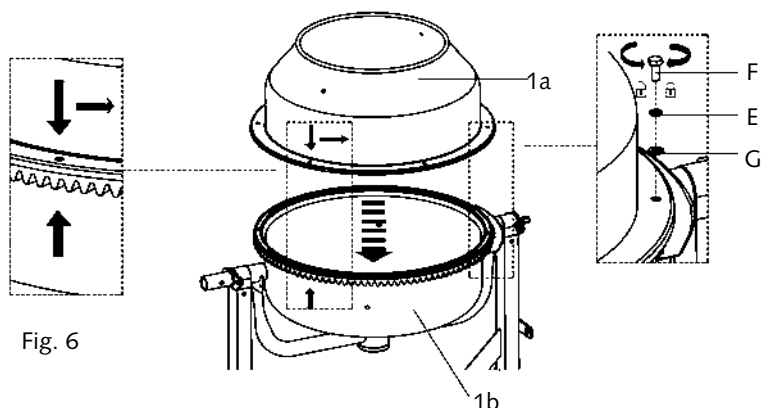

Fig. 6
6. Säkra anslutningen med bultar (F), fjäderbrickor (E) och brickor (D) (Fig. 6).